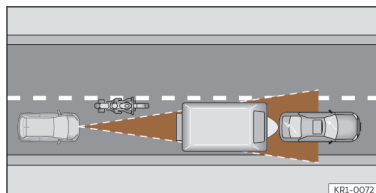

Fig. 144 Motociclo que circula à frente, fora do raio de alcance do sensor de radar.
- Veículos que circulem desalinhados ou fora da zona de deteção do sensor, por exemplo, motociclos >>> **Fig. 144.**